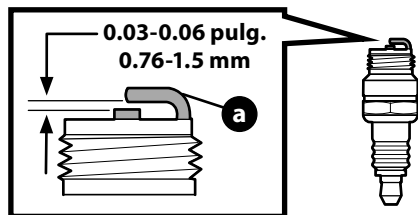

Figura 11
- Mida la separación de bujía con un calibrador. Corrija de ser necesario torciendo el electrodo lateral (a) (Figura 11). La separación debe establecerse entre 0.030 - 0.06 pulgadas (0.76 - 1.5 mm).